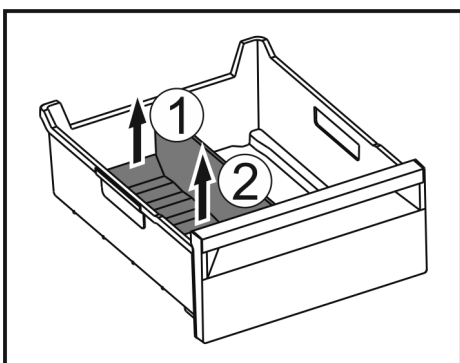

Fig. 126
- ▶ Ridicați partea posterioară a separatorului pentru compartimentul de gheață. Fig. 126 (1)
- ▶ Scoateți separatorul pentru compartimentul de gheață în sus. Fig. 126 (2)